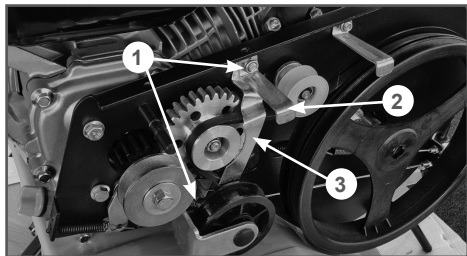

Рис. 28 Снятие ремня заднего хода
3. Открутите болты и гайки 1 крепления успокоителя 2 ремня переднего хода и ограничительной пластины 3 ремня заднего хода и снимите успокоитель 2 и пластину 3 (Рис. 28).